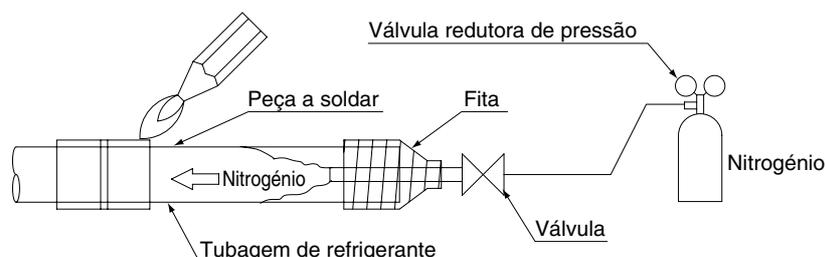

Fig. 5
- Ao soldar a tubulação de refrigerante, comece a trabalhar após ter substituído o nitrogênio (* 1) ou executam soldar quando o nitrogênio flui na tubulação refrigerante (* 2) (**Consulte a Fig. 5**), e na extremidade fêz as conexões de unidade interior e alargamento da unidade de BS alargar-se ou brida.